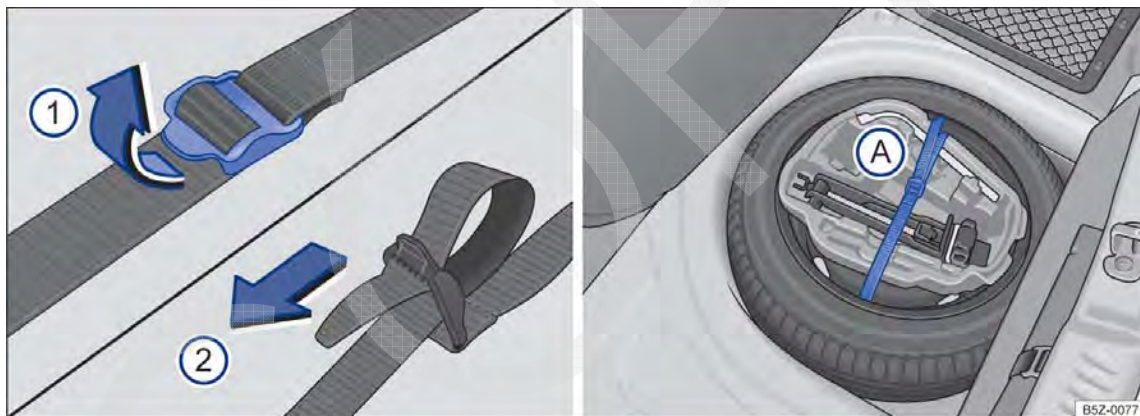

Fig. 161 No compartimento de bagagem: cinta de fixação da caixa de ferramentas e caixa de ferramentas de bordo.
- Para soltar a cinta de fixação → Fig. 161 (A), puxar a fivela no sentido da seta ①.